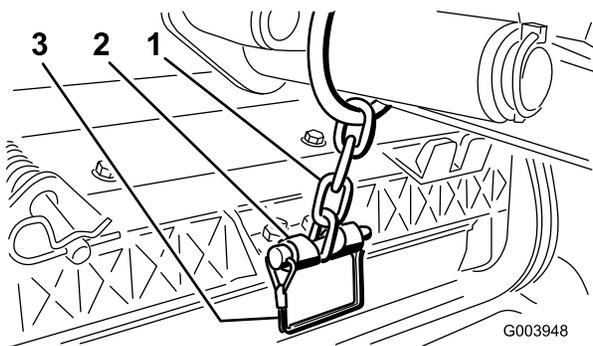

Рисунок 12
12. Прикрепите цепь подъемного рычага к кронштейну цепи с помощью стопорного штифта (Рисунок 12). Используйте количество звеньев цепи, указанное в *Руководстве оператора* режущего блока.